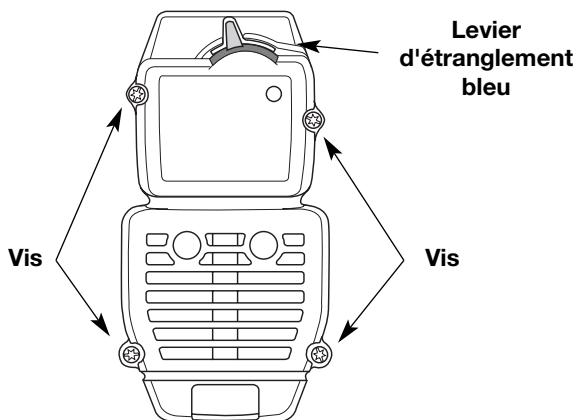

Fig. 25
2. Retirez les quatre (4) vis retenant le couvercle du filtre à air/silencieux (Fig. 25). Servez-vous d'un tournevis à mèche no. 20 Torx.
2. Insérez les quatre vis dans les trous du couvercle (Fig. 25) et vissez. Évitez de trop serrer.